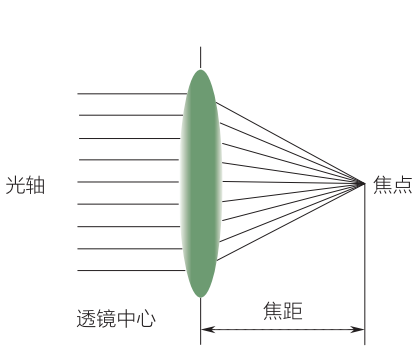

图 2-1-12 焦距
(1) 焦距 (EFL) 透镜中心到像焦点的距离，如图 2-1-12 所示。光学系统中的焦距用来衡量光学系统汇聚或发散光线的的能力。